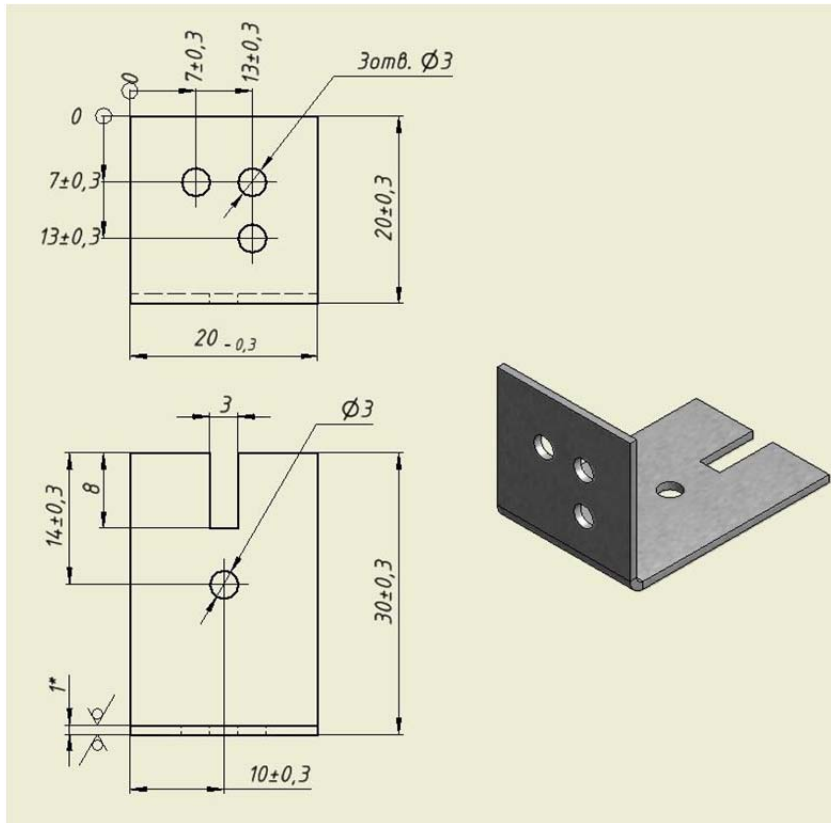

Рис. 2.3 Габаритные и установочные размеры угольника.
2.3.14 Крепление ВОД осуществляется с помощью входящих в комплект поставки угольников, пластиковых стяжек и заклепок (саморезов). Габаритные и установочные размеры угольника приведены на рис. 2.3. Установка ВОД показана на рис. 2.4.